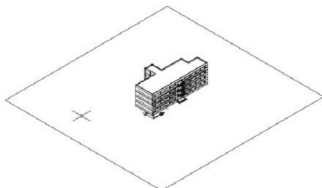

图 6.71 建立地平面对象
(3) 由于矩形属于多段线，只有轮廓信息而没有内部信息，所以需要将矩形变成面域。启动【面域】命令（快捷键 REG），在【选择对象】提示下，选择矩形后按 Enter 键结束命令。
(4) 执行菜单栏中的【视图】|【三维视图】|【西南等轴测】命令，将视图调整至轴测图状态，结果如图 6.71 所示。